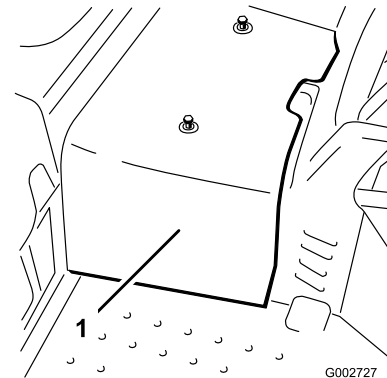

Figura 48
2. Afloje los 2 tornillos que fijan la cubierta central a la máquina y retire la cubierta (Figura 48).